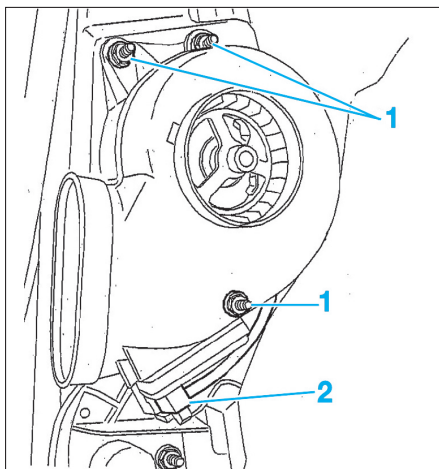

Fig. 8
- Déposer les écrous (1) et le connecteur (2) (Fig.8).